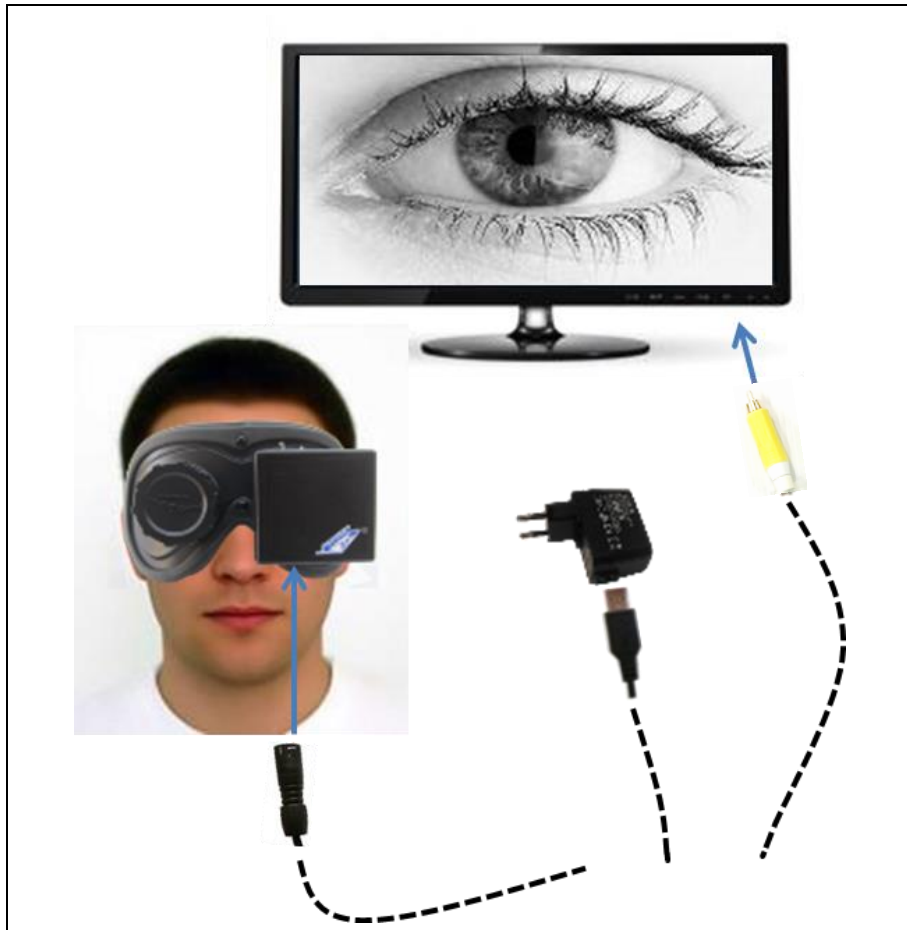

Figure 6 – Schéma de principe du branchement en version filaire sur téléviseur
- Branchement sur un téléviseur (figure 6) :